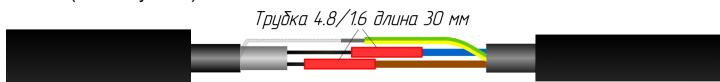

Рисунок 6
2.10. На место соединения токоведущих и питающих жил надвинуть и усадить термоусадочные трубки п.5 4.8/1.6 длиной 30 мм. Температура усадки от 115°C до 140°C. (см. Рисунок 6).